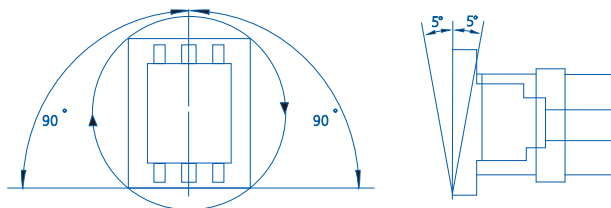

图4 CJX1-170~475允许安装位置图
7.2.1 采用四只螺钉（规格见表3）安装，安装时一定要用平垫圈和弹簧垫圈。允许安装位置见图4。